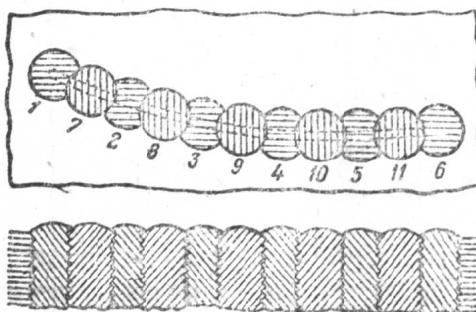

图5 用裁钉修堵裂缝
③栽釘法：此种方法仅能防止裂縫的渗漏現象，而不能恢复原来的刚性。其工艺过程是：首先按图5所标順序1、2、3、4、5、6钻孔攻扣，并擰入紫銅螺釘，然后钻制7、8、9；